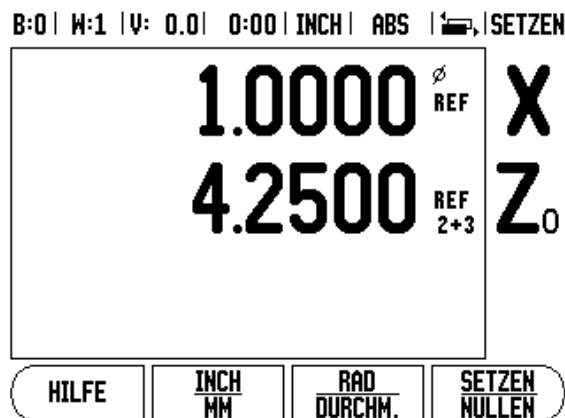

Abb. II.4 Z-Achskopplung aktiv
- ▶ Drücken Sie die numerische Taste, die dem Maßstabseingang auf der Rückseite des Wizard 411 zugeordnet ist. Mit den Softkeys **+** oder **-** koppeln Sie den ersten Eingang mit einem zweiten. Die Nummer der Eingänge werden neben der Achse angezeigt und geben an, dass es sich um eine gekoppelte Position handelt (z. B. 2 + 3). Siehe Abb. II.4.
Betätigen und halten Sie die Taste Z₀ für ca. 2 Sekunden, wenn Sie die Z₀-Achse und Z-Achse koppeln und die Summe der Verfahrswege in der Anzeige der Z₀-Achse anzeigen lassen wollen. Die Summe der Verfahrswege der beiden Z-Achsen wird nun in der Anzeige der Z₀-Achse angezeigt und die Anzeige der Z-Achse erlischt. Siehe Abb. II.4.